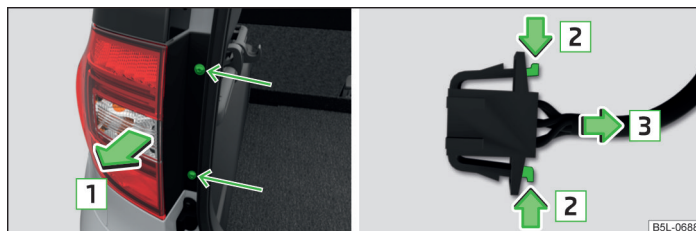

Fig. 202 Desmontar la lámpara / Quitar el conector
- Desenroscar la lámpara » fig. 202 con la llave Torx del equipo de herramientas a bordo » página 235, *Equipo de herramientas a bordo*.
- Presionando las pestañas de enclavamiento en la dirección de la flecha **2** » fig. 202 y tirando en dirección de la flecha **3**, desconecte el conector.
- Atornille la lámpara con los tornillos » fig. 202.